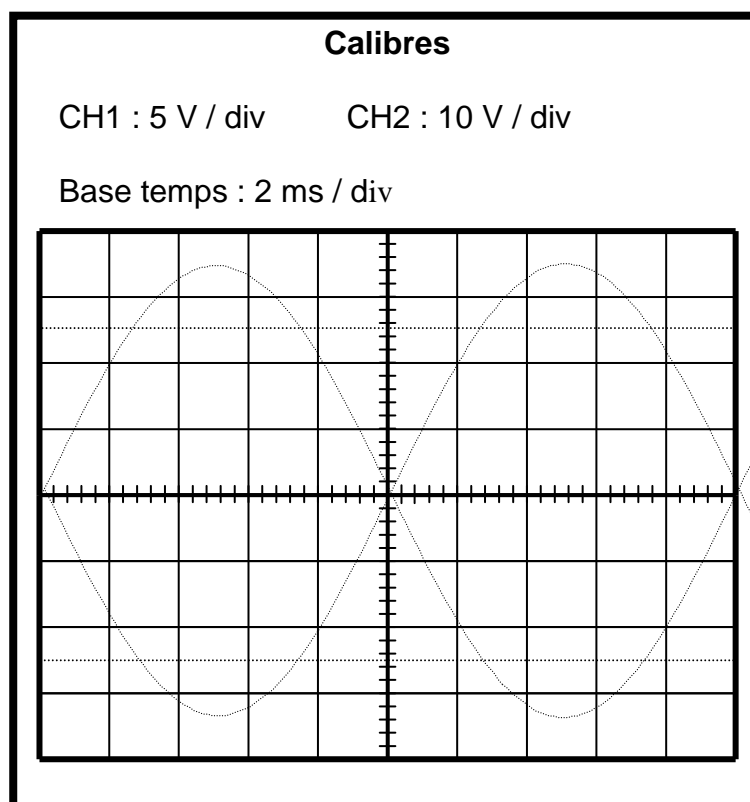

Figure 1
5. Tracer l'allure de la tension u_C sur la figure 1 du document réponse page 8.